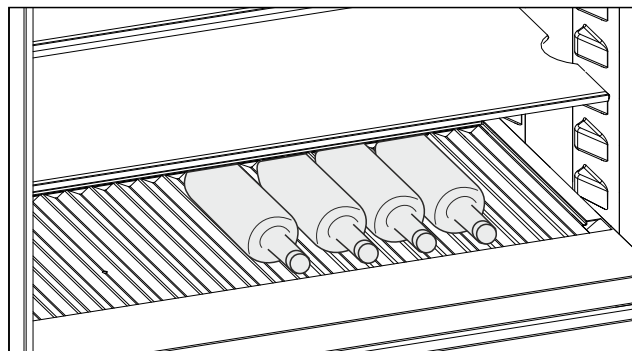

Fig. 255 Przykładowa prezentacja
- Wkładać butelki dnem ustawionym do tyłu, w kierunku ścianki tylnej. (patrz Fig. 255)